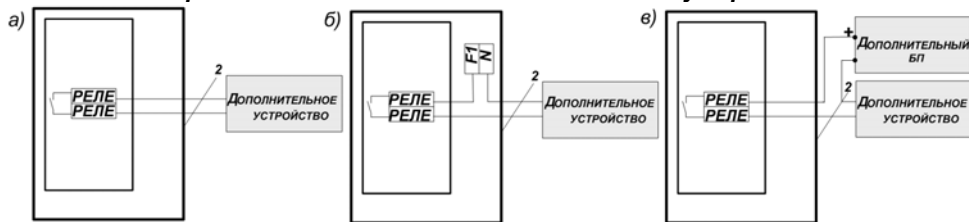

Рис.1
Переход в требуемый режим программирования осуществляется из соответствующего ему режима просмотра (т.е. переход в режим программирования адреса устройства осуществляется только из режима просмотра адреса). Текущий режим программирования индицируется миганием соответствующего светодиода. В режимах «Программирование1», «Программирование2» установки программируются изменением положения DIP-переключателей (см. Рис.1 Приложение В) (например: для активации датчика № 4 «ДАВЛЕНИЕ (ПА) ГАЗА НИЖЕ НОРМЫ» необходимо переключить DIP – переключатель №4). При этом, светодиоды №1-16, соответствующие датчикам №1-16, индицируют перечень датчиков, от которых активируются выходы «Клапан» и «Реле».
4.1 На внутренней стороне передней крышки и задней стенке металлического бокса находится рисунок, изображающий элементы коммутации и управления, которые определяют режим работы изделия. Вид рисунка изнутри приведен в Приложении В, Г к данному руководству (смотри Рис.1 для комплекта пультов «СИГНАЛ-11/21»).
- разметить и просверлить на монтируемой поверхности 4 крепежных отверстия диаметром 8мм в соответствии с Рис.1 Приложения Д;
2.1.2 Механический монтаж пульта «СИГНАЛ-21» следует выполнять аналогично монтажу пульта «СИГНАЛ-11» (разметка крепления указана на Рис.1 Приложения Е)
Электрический монтаж рекомендуется выполнять согласно Рис.1 Приложения В в приведенной ниже последовательности:
2.2.8 Подключить светозвуковой оповещатель охранной сигнализации к клеммам «РЕЛЕ» на плате «184», соблюдая полярность при подключении. Варианты подключения вспомогательных устройств смотри на Рис.1.
2.2.12 Подключить Дополнительные устройства 1/2 соответственно к «СИГНАЛ-11/21». Варианты подключения дополнительных устройств к релейным выходам пультов «СИГНАЛ-11/21» приведены на рис. 1